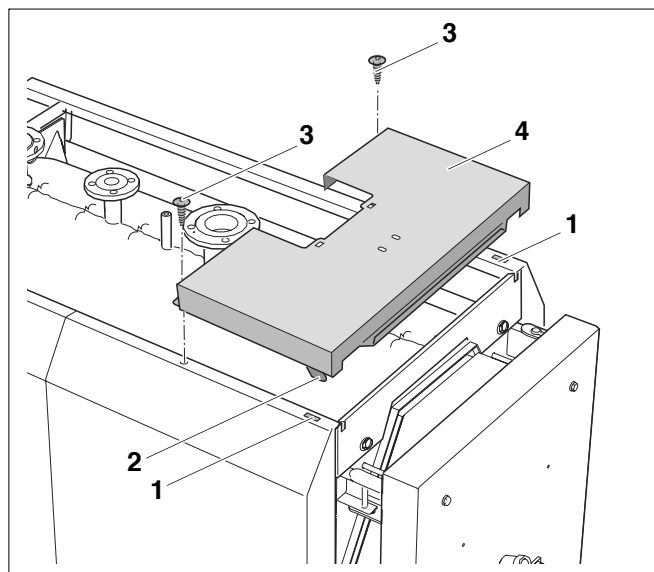

Fig. 26 Montarea capacului din față al cazanului
- Agățați capacul din față al cazanului cu cârligele (fig. 26, **poz. 2**) în orificiile pereților laterali din față (fig. 26, **poz. 1**) și trageți-l în spate.
- Fixați capacul din față al cazanului (fig. 26, **poz. 4**) cu cele două șuruburi (fig. 26, **poz. 3**) de traversele laterale, prin peretele lateral din față.